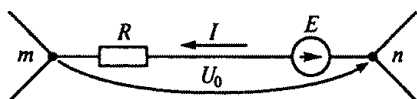

Рис. 32
1.46. Для заданной на рис. 32 ветви mn цепи постоянного тока составить уравнение второго закона Кирхгофа и указать правильное выражение для определения тока I в этой ветви.